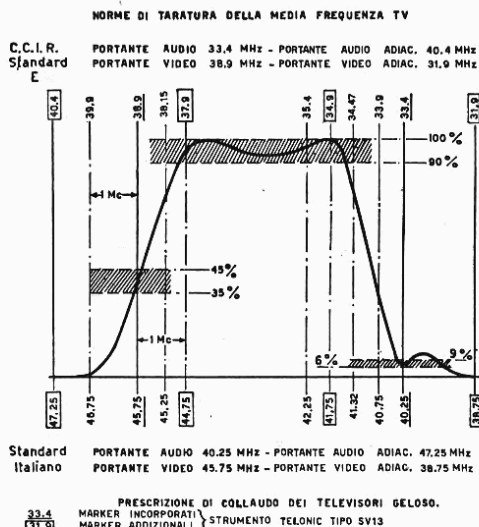

Fig. 2 A
- d) Applicare una tensione positiva di 4 Vdc al punto 1 (fig. 2). Questa tensione si può applicare con un alimentatore esterno o, più semplicemente, collegando il punto 1 alla tensione di alimentazione di F.I. con una $R = 10 \text{ K}\Omega$ (punto 2, fig. 2).
Il circuito di media frequenza (fig. 2) è del tipo a circuiti sfalsati, si inizia con la taratura del rivelatore (bobina L 206) che deve essere accordata intorno ai 36 MHz. Con la regolazione succes-